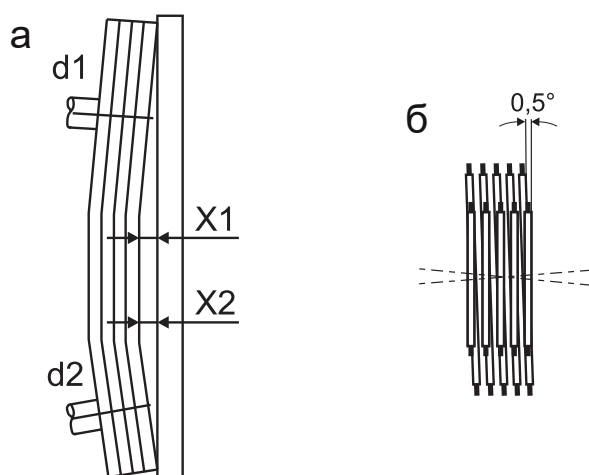

Рисунок 7.5
7.5.3 Допустимые отклонения при несоосности валов (рисунок 7.5 (а)) указаны в таблице 7.4 (промежуточные значения отклонений, для других диаметров шкива, определяются интерполяцией). В случае невозможности добиться требуемой точности не допускать отклонения шкива больше, чем на $0,5^\circ$ (рисунок 7.5(б)).